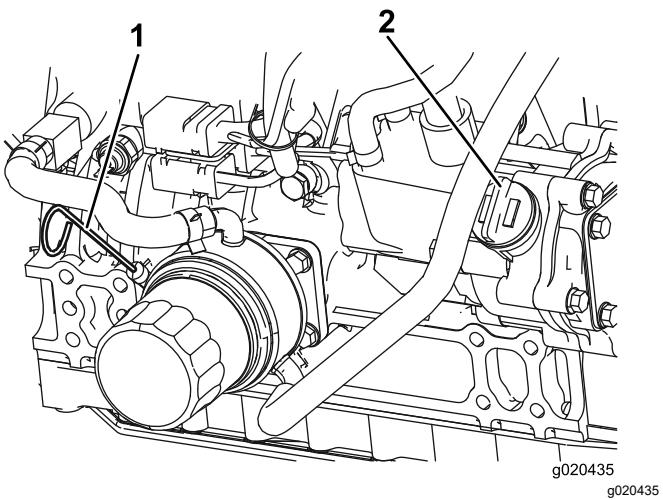

Figure 73
Le niveau d'huile doit se situer dans la plage de sécurité (Figure 73).
- 4. Si le niveau d'huile ne se situe pas dans la plage de sécurité, enlevez le bouchon de remplissage (Figure 73) et faites l'appoint jusqu'à ce que le niveau correct soit atteint.